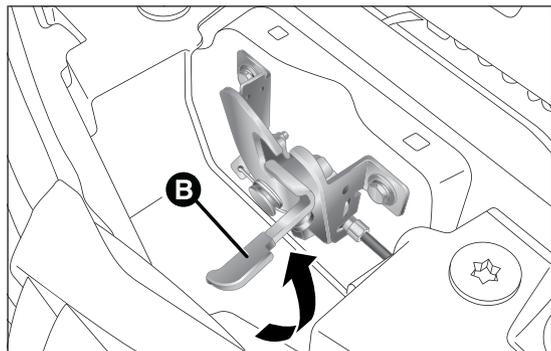

fig. 66
- spostare verso sinistra la leva B fig. 66 come indicato in figura;